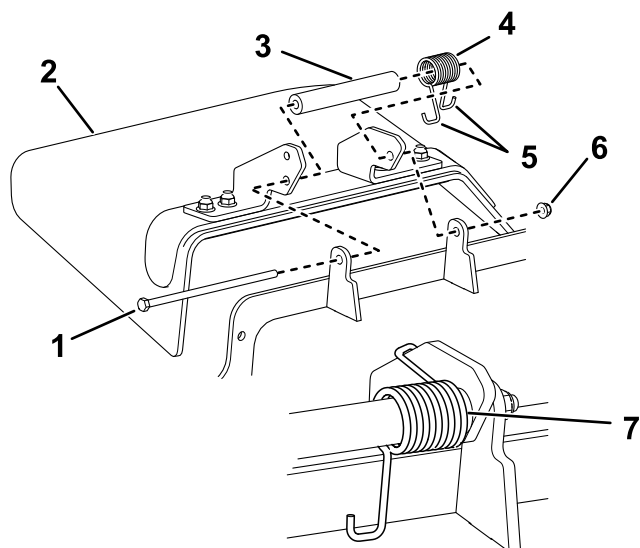

Bild 95
- Hinweis:** Achten Sie darauf, dass ein J-Hakenende der Feder hinter der Mähwerkseite befestigt ist, bevor Sie die Schraube einsetzen, wie in Bild 95 abgebildet.